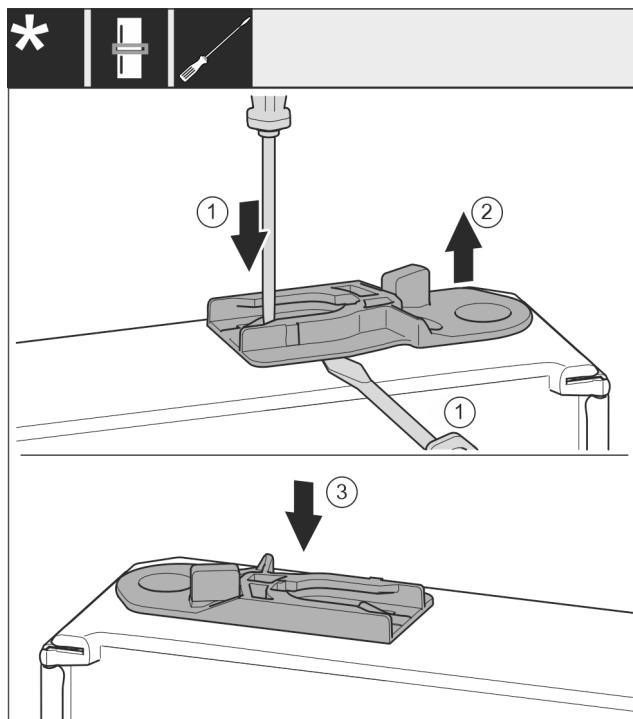

Fig. 38 *
► Изваждане на направляващата втулка: С плоска отвертка натиснете езичето и едновременно с това вкарайте плоска отвертка под направляващата втулка. Fig. 38 (1, 2)*
► Вкарайте приложената към доставката направляваща втулка от другата страна на корпуса. Fig. 38 (3)*